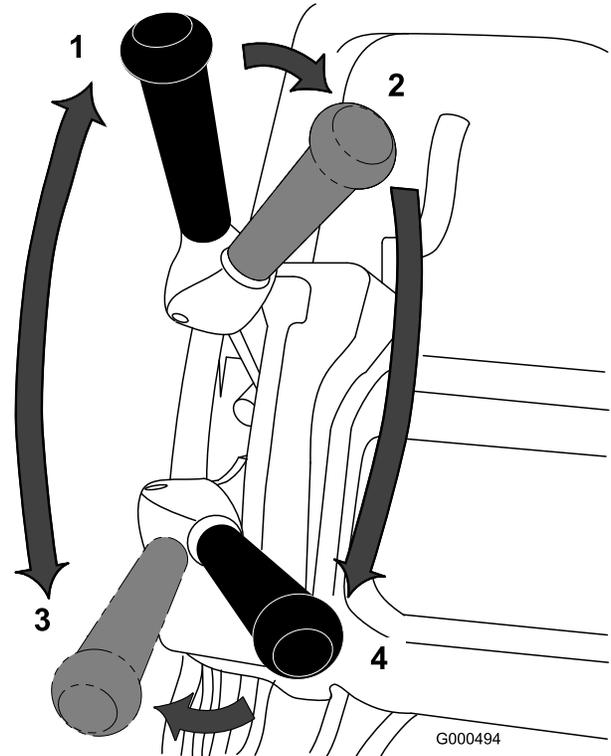

Figura 30
1. Ligue a máquina, regule o controlo de velocidade para a posição Zero, empurre a pega para baixo para elevar a unidade de corte, pressione o controlo de presença do operador, mova a alavanca de tracção para a posição Engaged (Figura 30) e aumente, gradualmente, a
3. Desengate a alavanca de tracção e, em seguida, mova-a para a esquerda e para a frente, engatando a tracção e transmissão do cilindro (Figura 30).